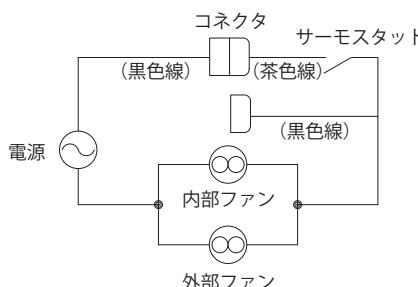

図11 電気回路図
2. 接続されているコネクタ部を外し、空いているコネクタ(黒色線)側に差込みます。(図11,12)